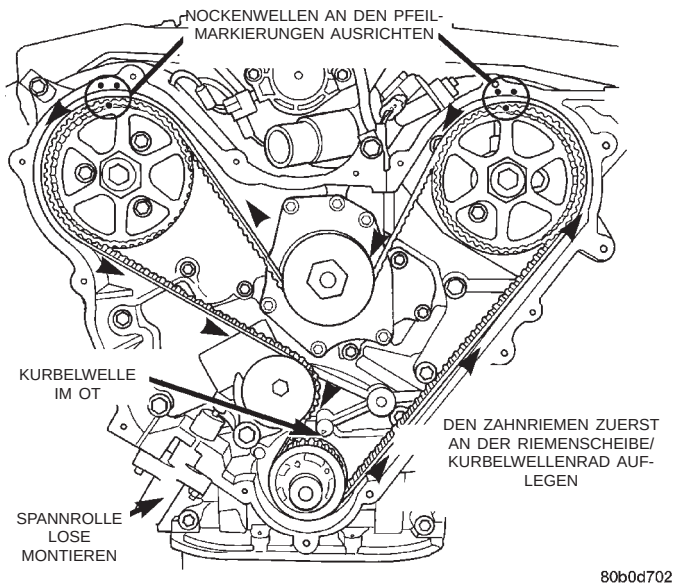

Abb. 53 Zahnriemen—Einbau
(6) Den Zahnriemen zuerst am Kurbelwellenrad auflegen, dann im Uhrzeigersinn vorgehen (Abb. 53). Den Zahnriemen um das letzte Rad legen. Beim Auflegen auf die Spannrolle den Zahnriemen gespannt halten. Die Markierung der Nockenwellenräder muß auch hier zwischen den Pfeilmarkierungen auf der Abdeckung ausgerichtet sein.